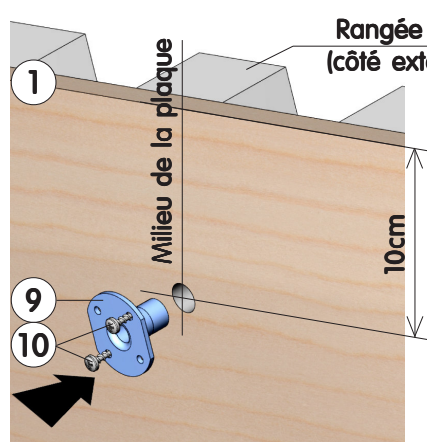
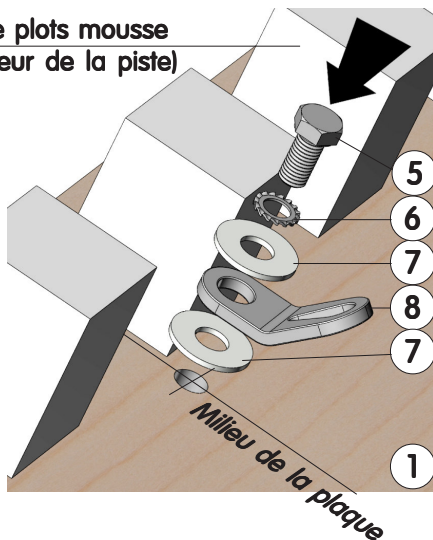

Figure 2
Figure 3
- Monter le plat d'haubantage (8) à l'aide de la visserie (5), (6), et (7), sous chaque plaque suivant Fig. 2 et Fig. 3, en l'orientant suivant Fig. 4 et Fig. 5, avant de serrer pour bloquer sa rotation (voir Fig. 3).